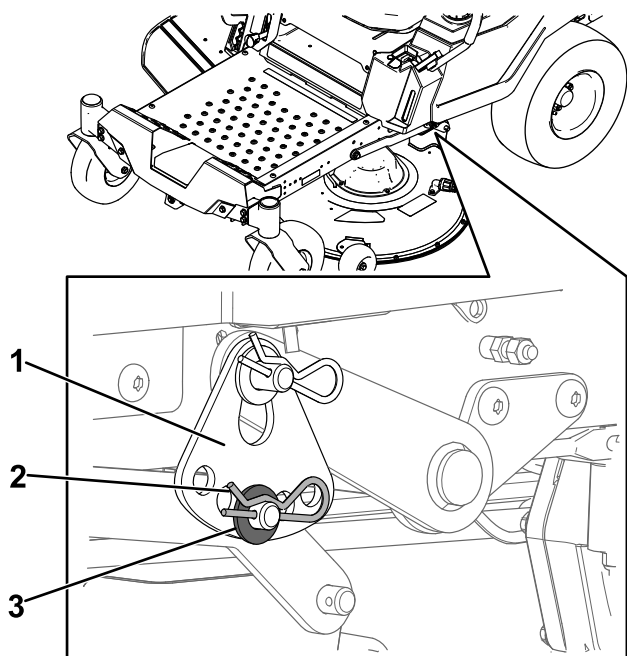

Figure 62
6. Retirez la goupille fendue et la rondelle de l'axe inférieur du bras de levage (Figure 62).